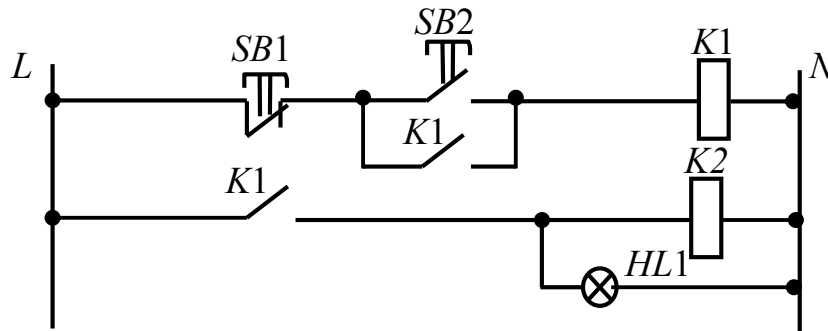

Рисунок 2.2, а
1. Типичная схема управления электромагнитным исполнительным механизмом с помощью реле $K2$ (рис. 2.2, а).